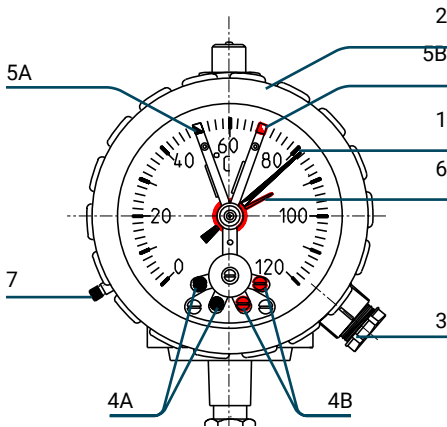
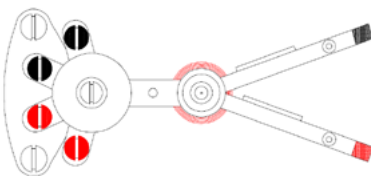

Figure 1
Figure 2
L'aiguille du maximum (fig. 1/6) est actionnée par l'aiguille elle-même et enregistre la valeur maximale de la mesure de température. L'aiguille du maximum peut être réinitialisée à l'aide du bouton (fig. 1/7).
4. Pour régler les contacts, déplacez les indicateurs (fig. 1/5) et positionnez-les à la température requise.
5. Repositionnez la protection en verre ou en polycarbonate avec le joint correspondant, en faisant attention à l'aiguille du maximum (fig. 1/6) à positionner à droite de l'aiguille principale (fig. 1/1).
6. Fixez à nouveau la protection avec la bague de verrouillage (fig. 1/2).
1. Dévissez la bague de verrouillage qui fixe le cadran (fig. 1/2)
2. Retirez le cadran pour approcher les contacts (fig. 1/4)
3. Insérez les câbles à travers le presse-étoupe (fig. 1/3) et connectez-les comme indiqué sur la fig. 2
Il est possible de repositionner l'aiguille du maximum (fig. 1/6) en tournant la roue de la fig. 1/7.
La roue de la fig. 1/7 ne doit pas être poussée, mais tournée.